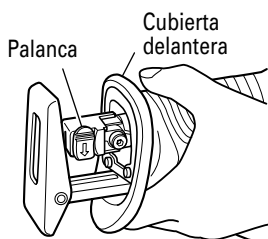

Fig. 5
- (1) Active y desactive el gatillo conmutador varias veces para que la palanca salga completamente de la cubierta delantera. A continuación, apague el interruptor y retire la batería. (Fig. 5)
- No desmonte la cubierta delantera (consulte la Fig. 5).